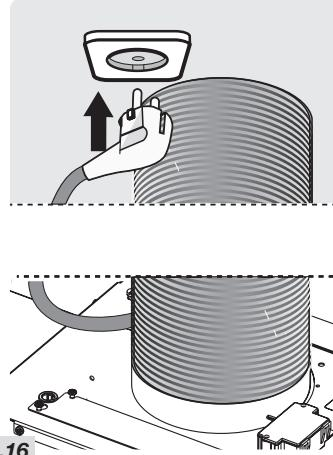

Fig. 16
- Steek de stekker in het spanningsloze stopcontact (Fig.16).